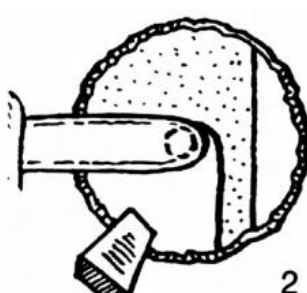

Figura 11.2.
- Hacemos el corte de tala de medio sector, y acuñamos. (Figura 11.2).